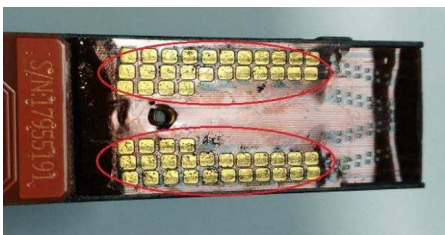

Figura 5-6
- Problemas como os ilustrados nas Figuras 5-4 e 5-5 são resultado de um mau contato entre o cartucho e os pinos de contato da impressora. Uma conexão ruim pode ser devido a uma obstrução por um objeto externo ou sujeira nos pinos, como mostrado na Figura 5-6.